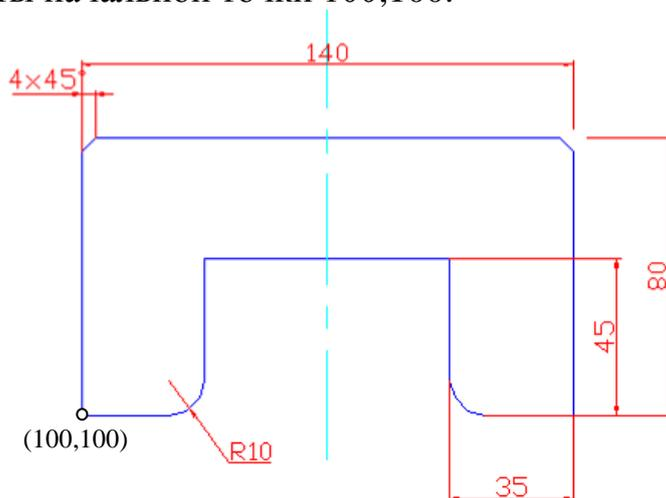

Рис.1
3. Выполните в слое "Построение" чертеж детали, приведенный на рис.1. Координаты начальной точки 100,100.